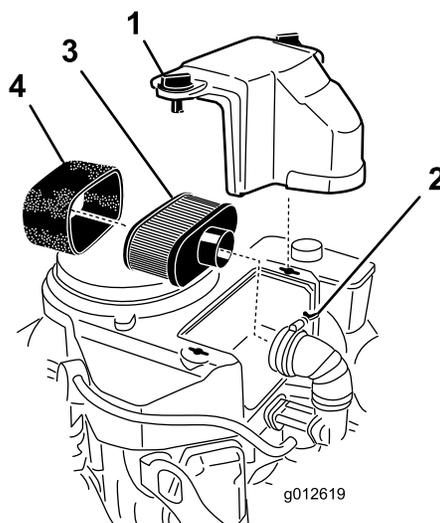

図 39
3. エアクリーナを外したときエンジン内部に異物が入らないよう、周辺をきれいに拭く(図 39)。
4. エアクリーナのカバーのノブのねじをゆるめてカバーを外す 図 39。
5. エアクリーナのホースクランプをゆるめてエアクリーナアセンブリを外す 図 39。
6. ペーパーエレメントからスポンジエレメントを注意深く取り外す(図 39)。
1. ペーパーエレメントにスポンジエレメントを注意深く取り付ける(図 39)。
2. エアクリーナのベースまたはホースにエアクリーナアセンブリを取り付けて固定する(図 39)。
3. エアクリーナのカバーを取り付け、ノブを締め付けて固定する(図 39)。